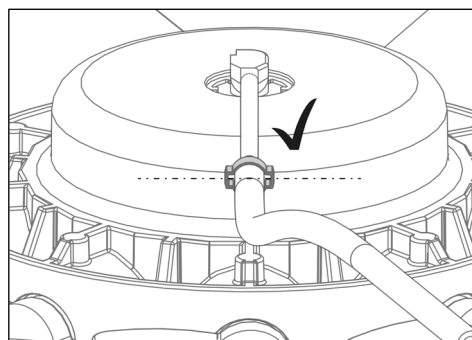

Fig. 17
- 10) Posicionar a abraçadeira de 2 orelhas conforme ilustrado na Fig. 17 .